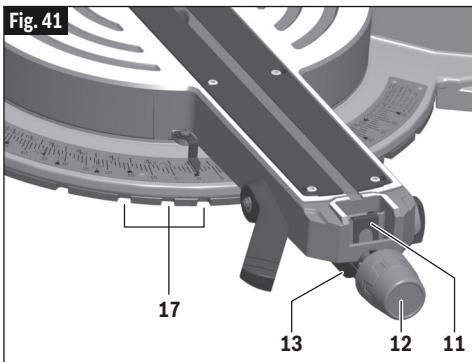

Fig. 41
2. Empuje el clip de anulación de retención **11** hacia adelante y enganche en su lugar sobre el borde de recepción en el brazo de la placa giratoria. Libere la palanca de detención del inglete (Fig. 41).